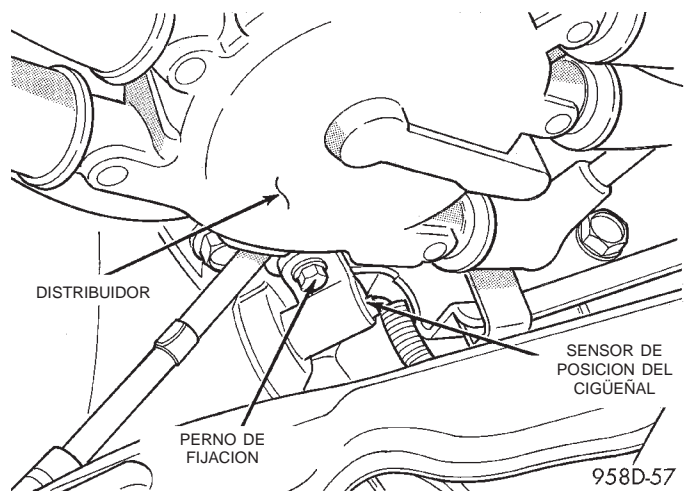

Fig. 46 Sensor de posición del cigüeñal
(1) Retire el servo de control de velocidad de la torre de montante del lado del conductor.
(2) Retire el perno de retén del sensor de posición del cigüeñal (Fig. 46).